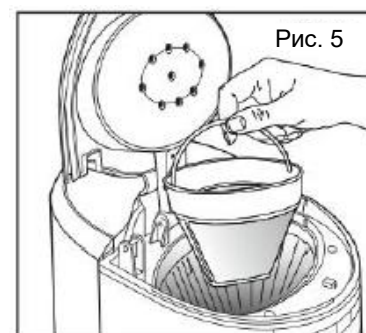

Рис. 5
6. Откройте крышку фильтра, вставьте в держатель фильтра фильтр многократного использования либо подходящий бумажный фильтр (размер 4) (см. Рис. 5).